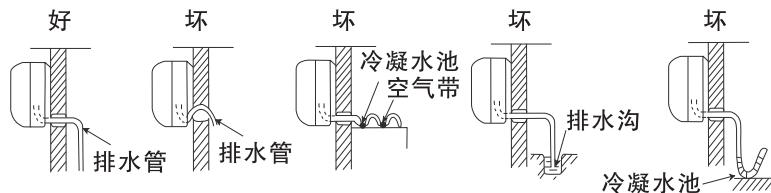

图28
- 1 用附件⑯排水管与室内机组的出水管连接起来。
- 2 如要使冷凝水流得舒畅，排水管应倾斜少许，如图28所示。